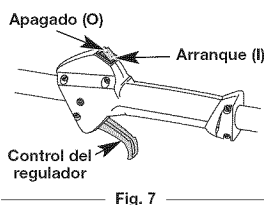

Fig. 7
NOTA: No hay necesidad de encender la unidad. El Control de Parada Arranque y Apagado está en la posición Arranque (I), en todo momento (Fig. 7).
- NOTA:** No hay necesidad de encender la unidad. El Control de Parada Arranque y Apagado está en la posición Arranque (I), en todo momento (Fig. 7).
2. Oprima y mantenga oprimido el control de encendido y apagado en la posición de APAGADO (O) hasta que el motor se detenga por completo (Fig. 7).